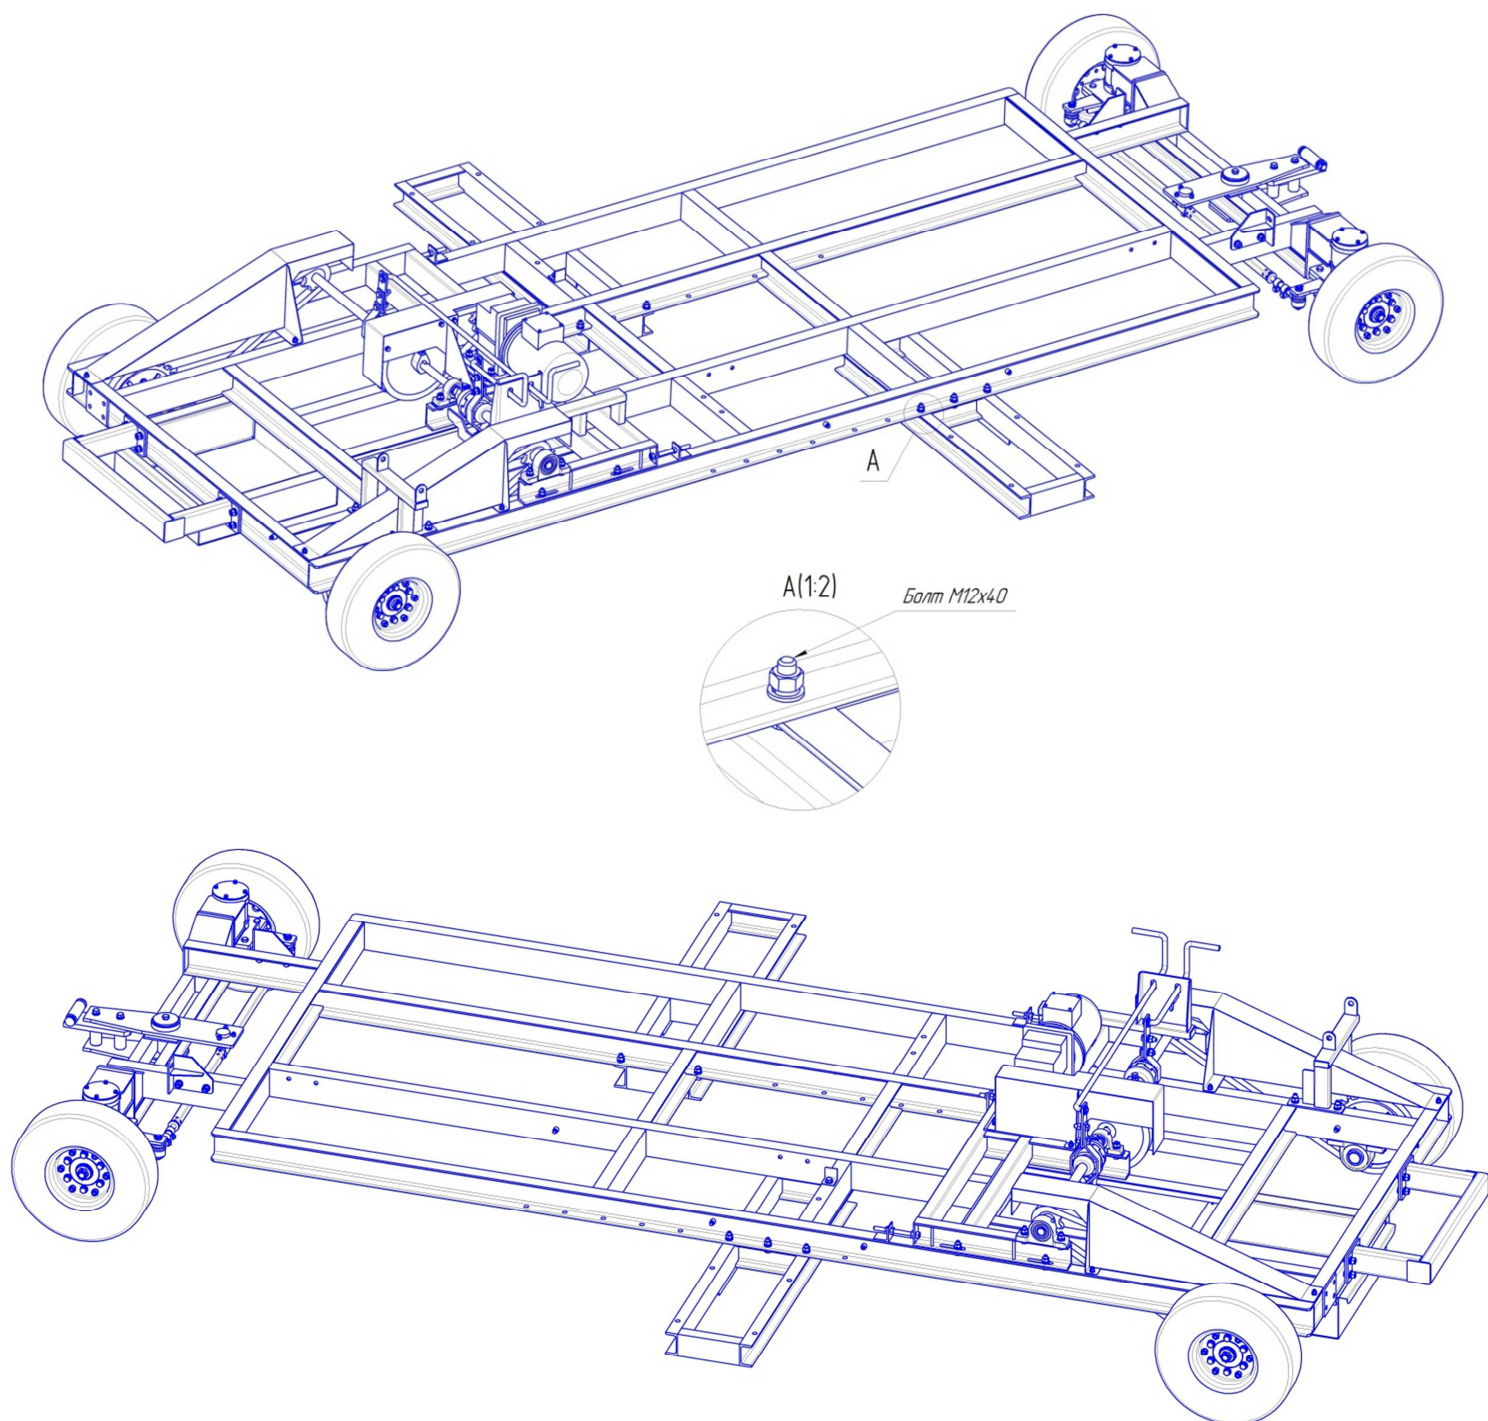

Рис.1
1. Закрепите на самоходной платформе консольные опоры норий как показано на рис.1.